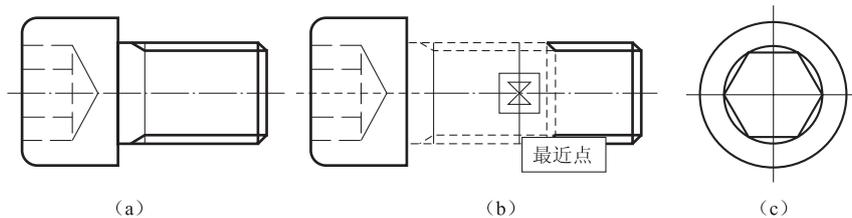

图 2-55 对象的拉伸
① 拉伸 (以图 2-55 为例)。
选择对象: 交叉窗口选择对象 (自右向左选择螺钉右端, 见图 2-55 (b))